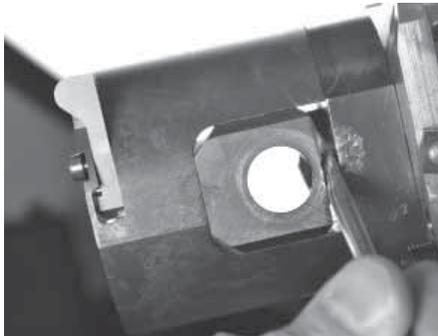

図 22：コネクター・シャフトに潤滑剤を塗布する
1. リテイナー・シャフトを固定する四角形のブロックの裏に、リチウム・グリースをたっぷり塗布（噴射または刷毛を使用）します（図 22）。